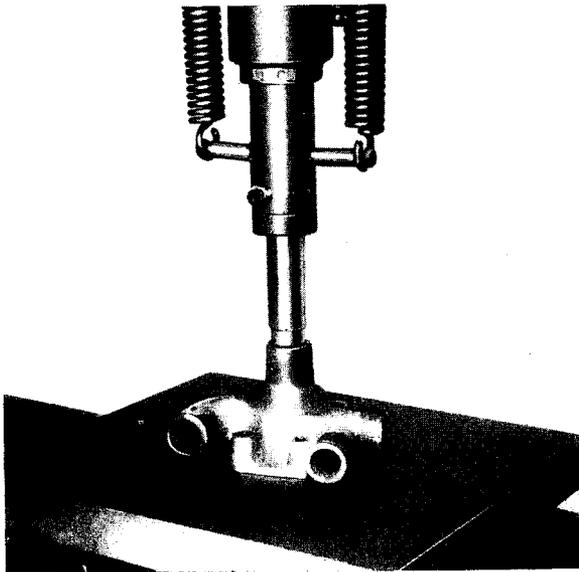

Fig. 4
- 2° A la presse, mettre en place l'arbre de pompe en faisant affleurer la face du roulement et l'extrémité du carter (fig. 4).